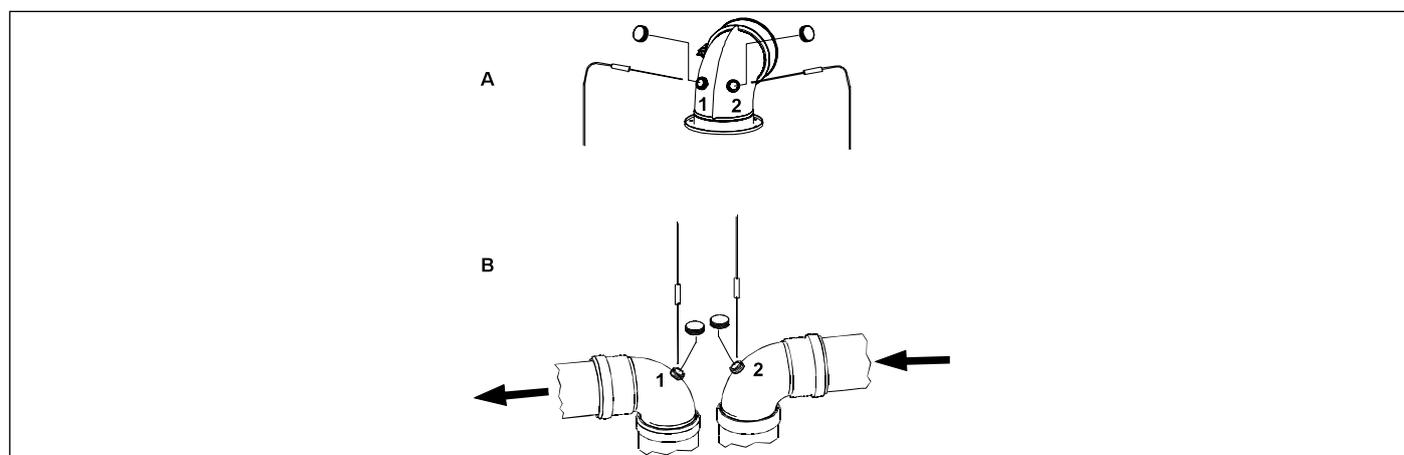

Fig. 22 Exemples de points de détection de fumées
- mesure de l'air comburant prélevé dans le trou relatif 2 (voir réf. **A** Fig. 22 Exemples de points de détection de fumées).
- mesure de la température des fumées et du CO2 prélevés dans le trou relatif 1 (voir réf. **A** Fig. 22 Exemples de points de détection de fumées).
- mesure de l'air comburant prélevé dans le trou relatif 2 (voir réf. **B** Fig. 22 Exemples de points de détection de fumées).
- mesure de la température des fumées et du CO2 prélevés dans le trou relatif 1 (voir réf. **B** Fig. 22 Exemples de points de détection de fumées).